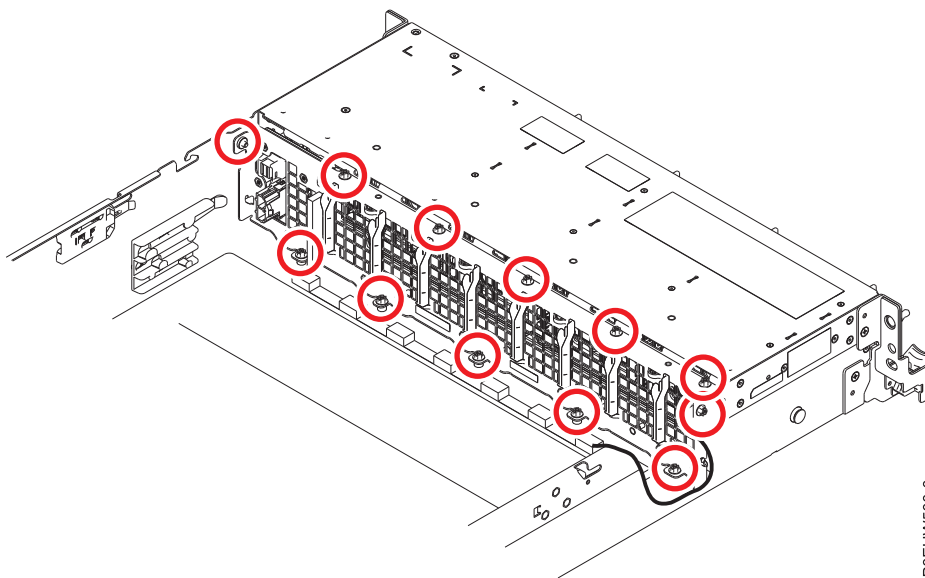

Figure 53. Emplacement des vis de la carte des ventilateurs et des unités de disque
4. Remettez en place les cinq vis de la partie arrière de la carte des ventilateurs et des unités de disque. La figure 53 montre la position des 12 vis.